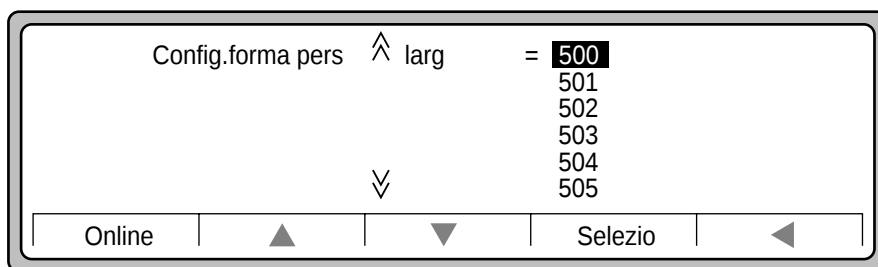

Figura 3-23 Opzione larg per il formato della carta personalizzato
15. Premere ▲ o ▼ fino a che non è evidenziato il numero desiderato (nell'esempio, il numero 500, come mostrato nella Figura 3-23).